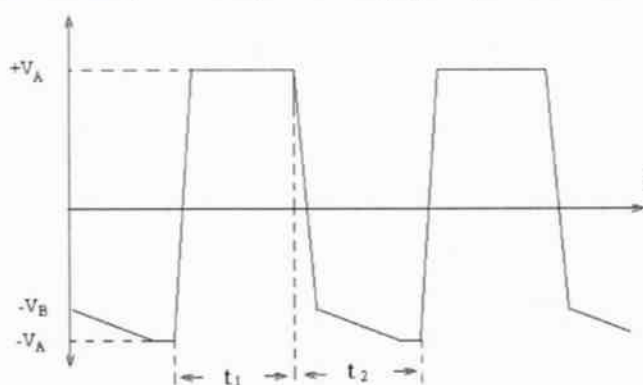

Рис. 1. Форма выходного сигнала генератора.
- проверить выборочно без нагрузки во всем диапазоне регулировки напряжений возможность установки выходного напряжения формы, показанной на рис. 1.